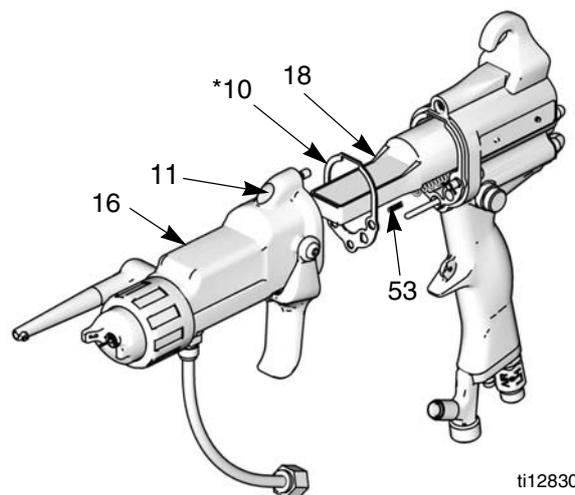

Fig. 17. Installation du canon
1. Assurez-vous que le joint (10*) et le ressort de mise à la terre (53) sont en place. Veillez à ce que les orifices d'air soient bien alignés. Remplacez-les en cas de dommages. Consultez la Fig. 17.
2. Placez le canon (16) sur l'alimentation électrique (18) et sur la poignée du pistolet (17).
3. Serrez les trois vis (11) uniformément et en diagonale (d'environ un demi-tour après la mise en contact).